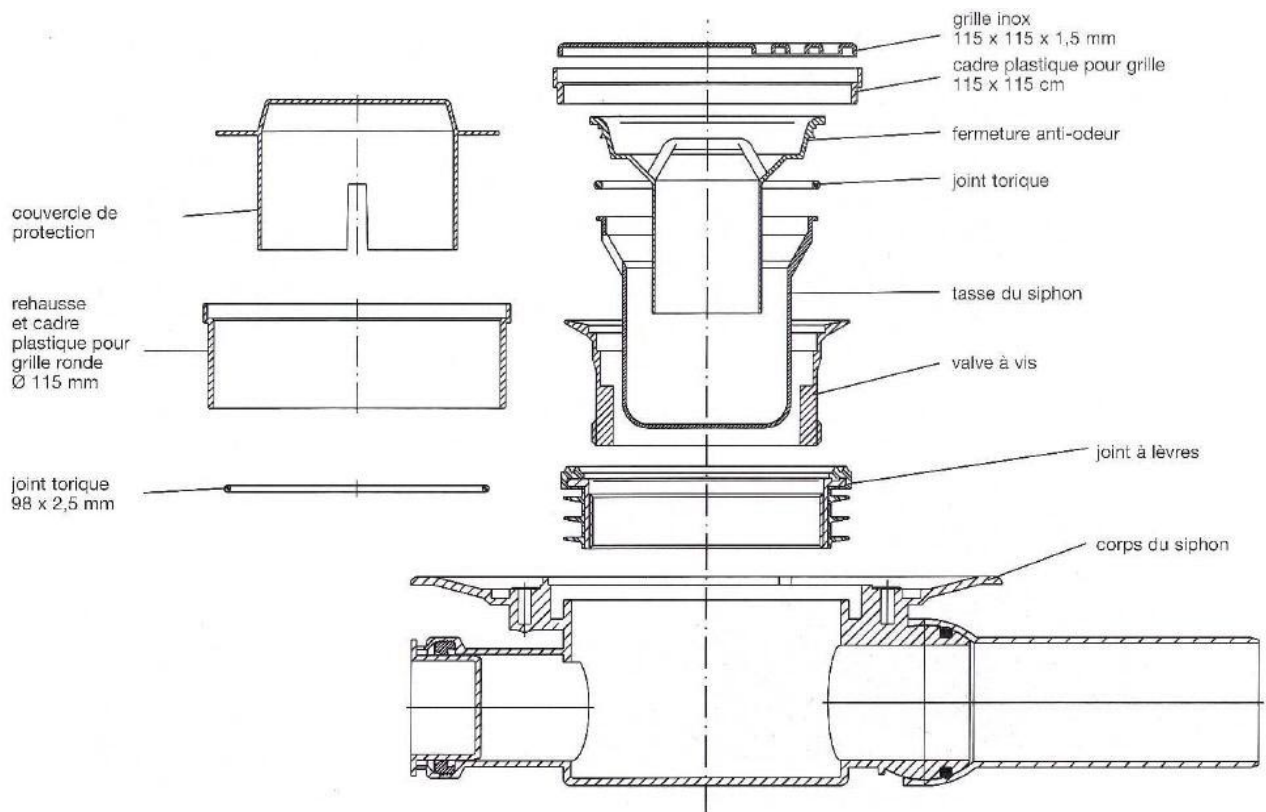

Figure 3 - Vue éclatée du système d'écoulement de l'eau horizontal
4.5 Traitement des points singuliers (figures 3 et 4)